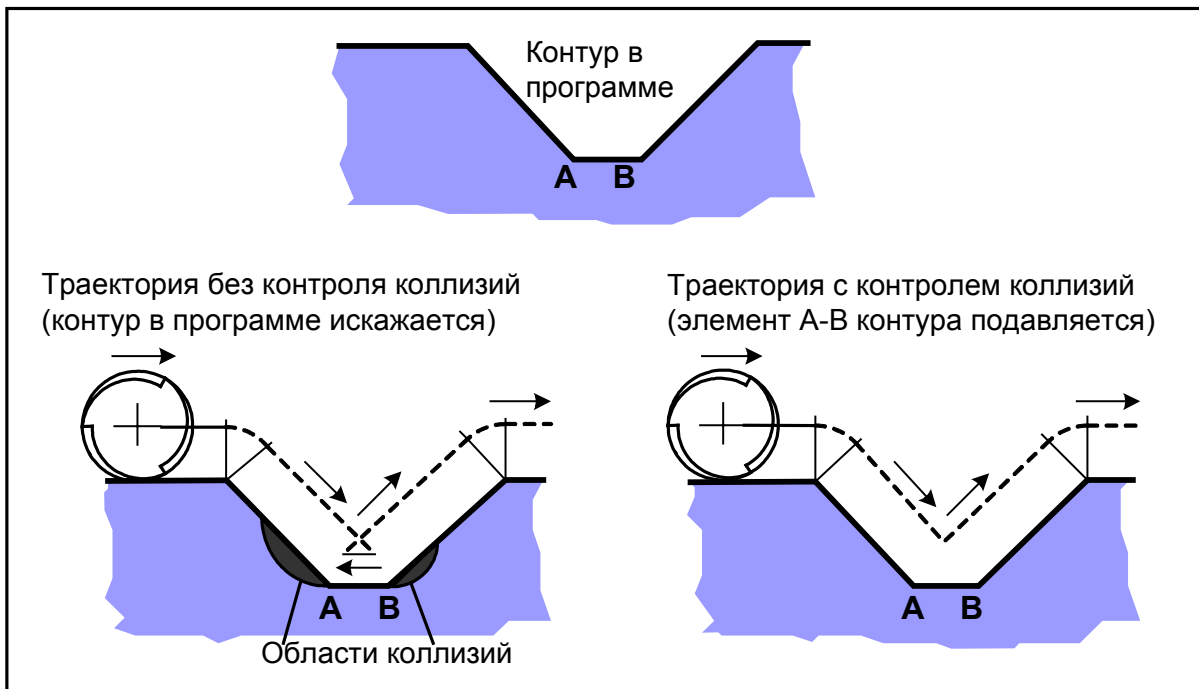

Рис.73.
61. Управление коллизиями, - G543, G544. Функция опережающего просмотра Look-ahead для управления коллизиями, - G500. Инструкция G500 обнаруживает возможную коллизию при опережающем просмотре кадров с эквидистантной коррекцией; причем число кадров указывается в качестве параметра инструкции. Инструкция G543 включает управление коллизиями, а инструкция G544 выключает это управление, см. рис.73.